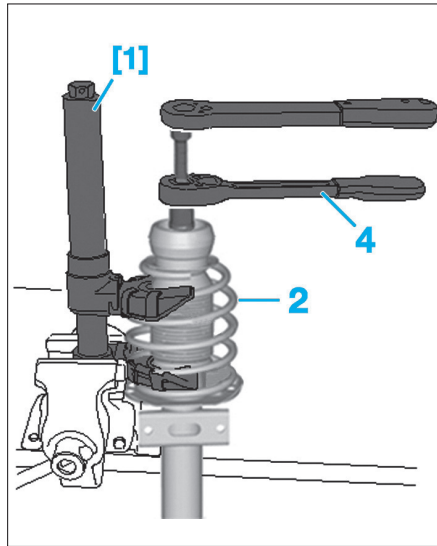

FIG. 15
- [1]. Compresseur d'amortisseur (Fig.15).
• Précontraindre le ressort (2) à l'aide de l'outil [1] jusqu'à ce que le roulement à billes supérieur soit dégagé (Fig.15).